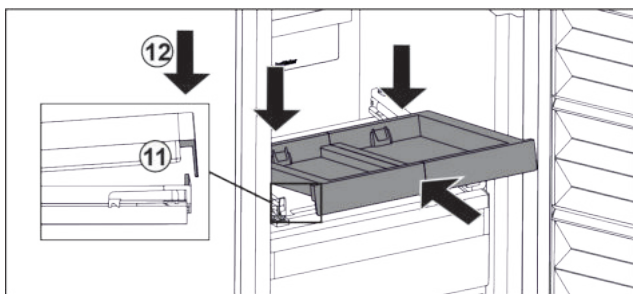

Fig. 26
- ▶ Вкарайте под ъгъл. Обърнете внимание на това, ограничителят и от двете страни да е зад езичето. Fig. 26 (11)
- ▶ Спуснете изтеглящата се дъска отпред. Fig. 26 (12)